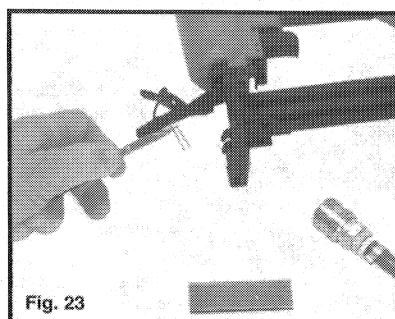

Fig. 23
4. Retirez l'élément de fixation coincé (voir Fig. 23).